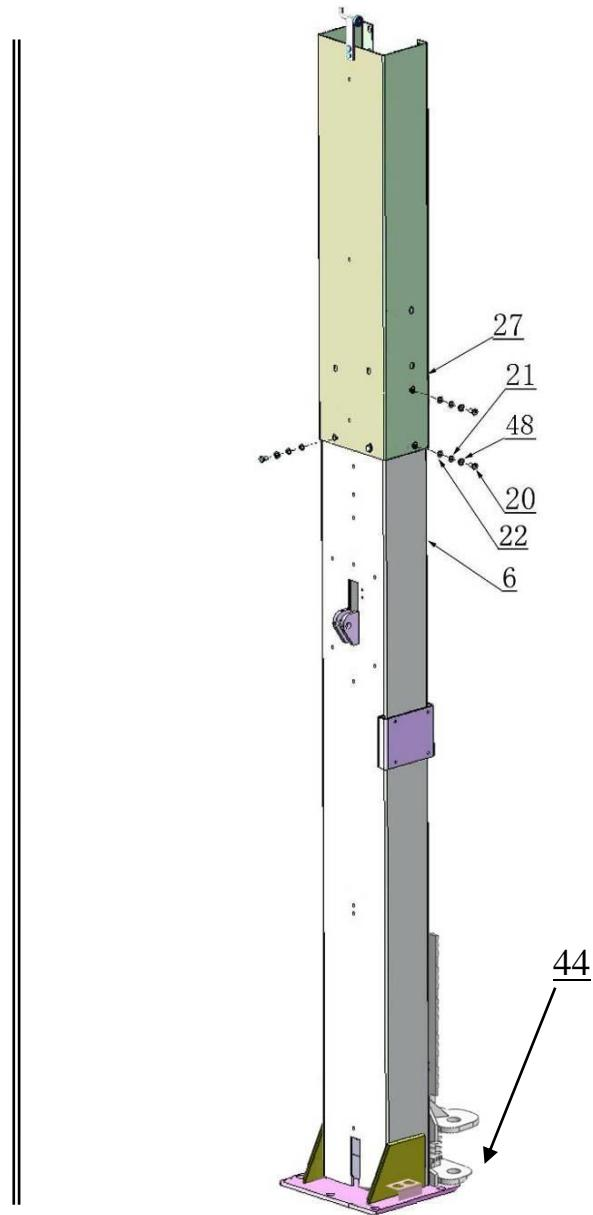

Рис. 14 Высокая конструкция
2. Если высота потолка превышает 3850 мм/4460 для модели 209SAC/SACH соответственно, то применяются дополнительные стойки с нижним отверстием (**см. рис.14**).